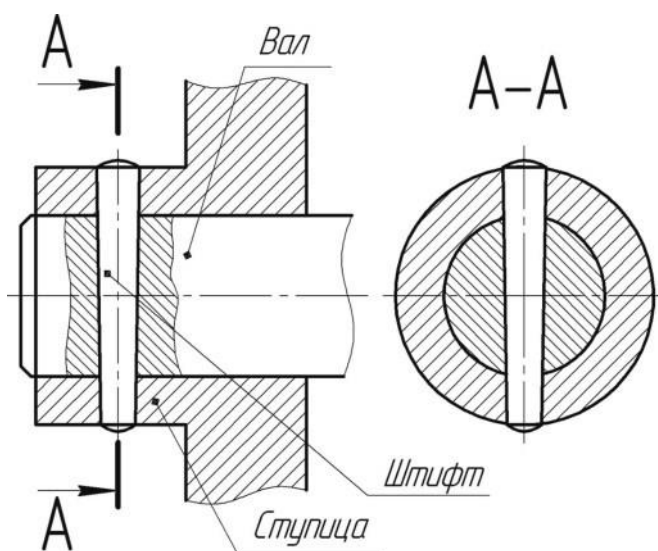

Рис. 1 Пример штифтового соединения
1. Сконструировать и изготовить макет штифтового соединения (Рис. 1).